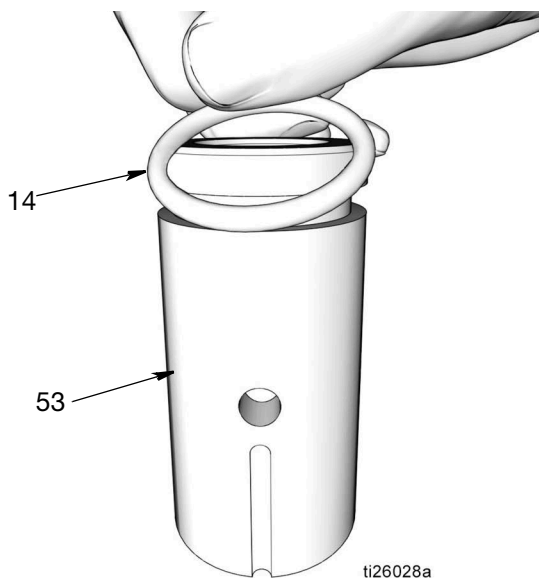

FIG. 40
5. Manguito del elemento de la bomba (53)
- a. Limpie el manguito del elemento de la bomba (53) con un paño limpio y elimine todo resto de suciedad y contaminantes. Inspeccione la superficie en busca de residuos y/o daños.
- b. Aplique una capa fina de grasa en la junta tórica (14). Monte la junta tórica alrededor del manguito del elemento de la bomba (53) (FIG. 40).